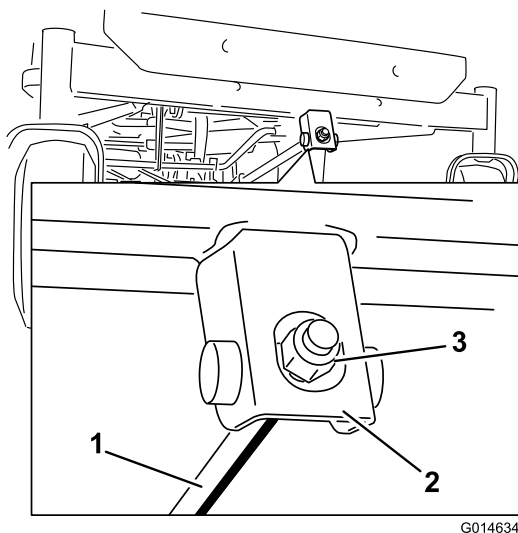

Figura 66
6. Para ajustar la inclinación longitudinal, gire la tuerca de ajuste de la parte delantera del cortacésped (Figura 66).